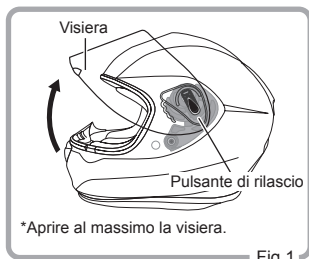

Fig.1
1. Spostare la visiera verso l'alto (Fig. 1). (nella misura massima in cui è possibile).